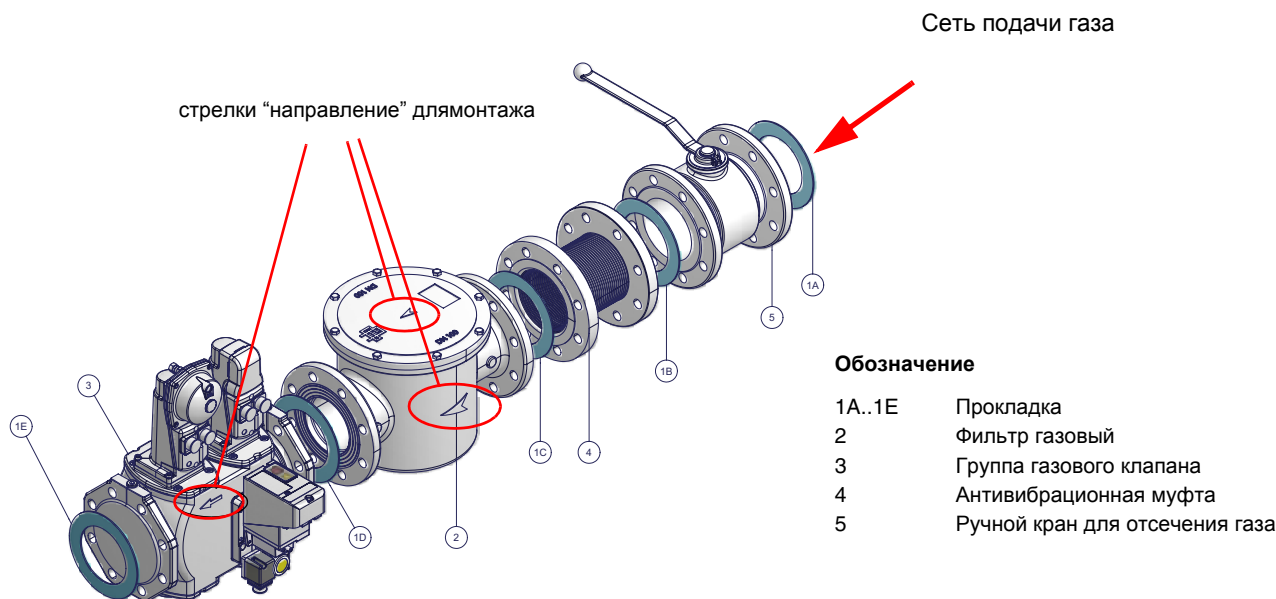

Рис. 4 - Пример газовой рампы
- 1 - б) при фланцевых соединениях: между соседними компонентами устанавливать прокладку (1A..1E - Рис. 4), совместимую с используемым газом,
ВНИМАНИЕ: после монтажа газовой рампы согласно схеме на Рис. 4, необходимо провести тестирование на герметичность газового контура, согласно требований действующих нормативов.
⚠ ВНИМАНИЕ: после монтажа газовой рамы согласно схеме на Рис. 4, необходимо провести тестирование на герметичность газового контура, согласно требований действующих нормативов.